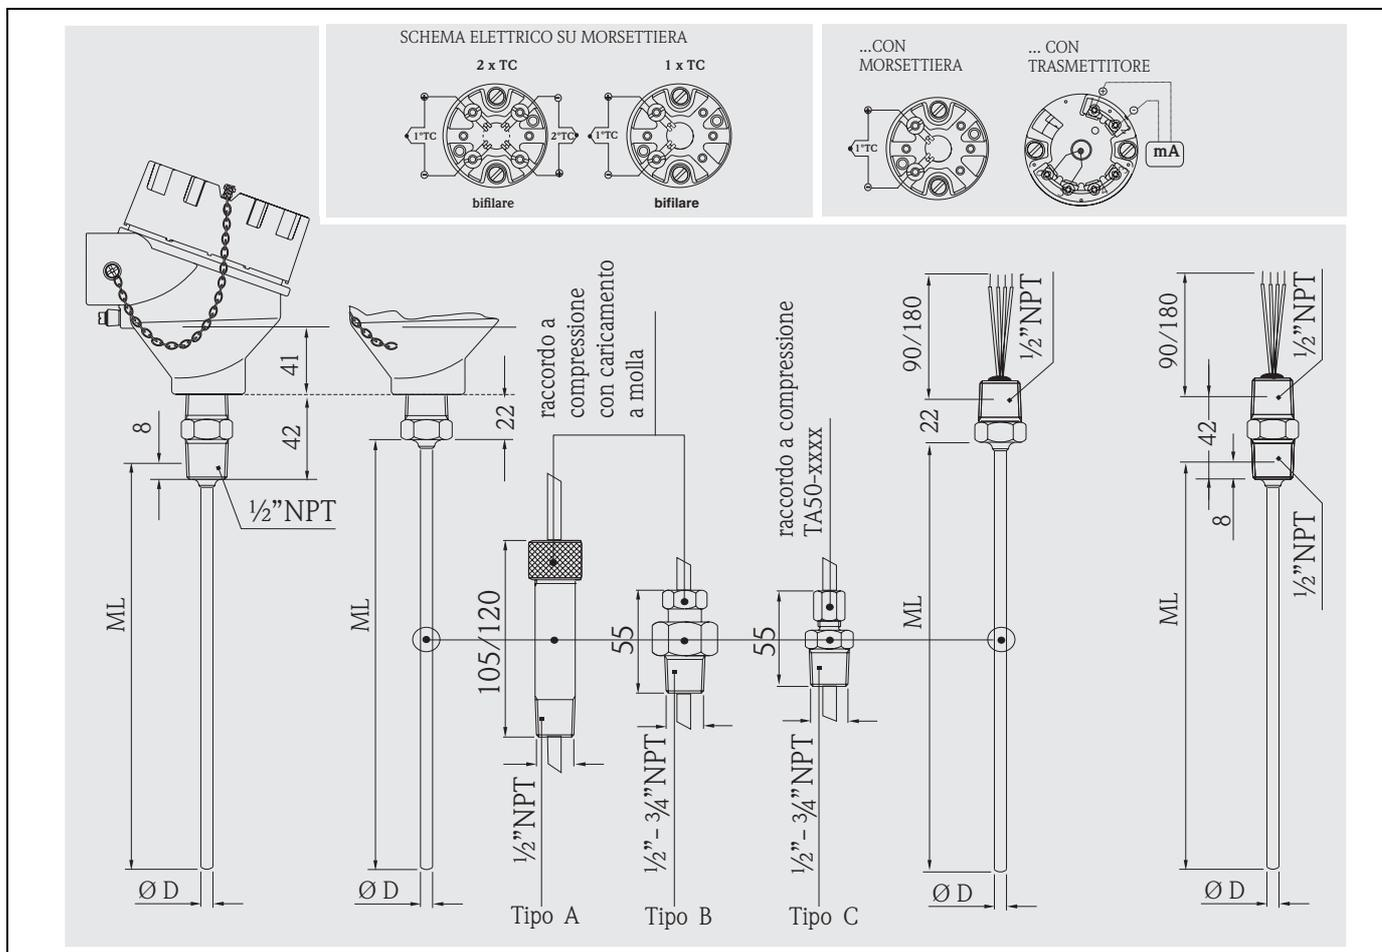

Fig. 5: Componenti funzionali e schema elettrico standard con morsetti in ceramica e trasmettitore.
Sul TC65 la sonda di misura è costituita da un inserto in ossido minerale non sostituibile (MgO) con una guaina in AISI316L. Sono disponibili versioni sia con i valori più diffusi che con valori speciali personalizzati per la lunghezza d'immersione (ML). I valori potranno essere indicati dal cliente scegliendo in una gamma di valori disponibili (vedere "Struttura dei pacchetti di prodotti" alla fine nel documento). La lunghezza del sensore è definibile a piacere all'interno di un campo standard da 50 a 5000 mm. Sensori di lunghezza superiore a 5000 mm possono essere ordinati previa analisi tecnica dell'applicazione e del pozzetto in cui il sensore andrà installato (lunghezza massima 30.000 mm). Il collegamento elettrico della termocoppia è di tipo bifilare (vedere fig. 5 di seguito)